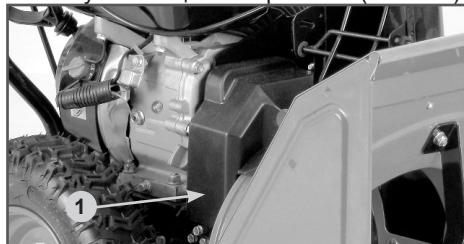

Рис. 34 Кожух защитный ремней
- Открутите болты крепления и снимите кожух 1 защитный ремней (Рис. 34).